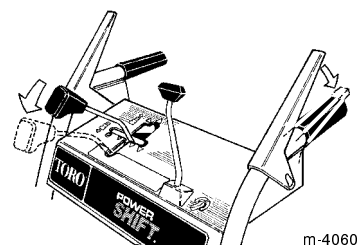

Figure 21
2. Déplacez la commande de changement de vitesse à fond vers l'avant à la position Power Shift et maintenez-la à cette position (Fig. 21).
3. Engagez complètement le levier de commande de traction pour placer les roues dans l'autre position (Fig. 21 et 22).